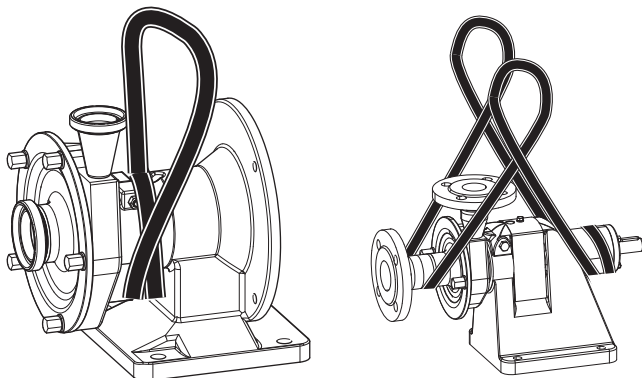

Fig. 52 Transporte con una grúa
1. Colocar dos veces la eslinga circular alrededor de la garganta del adaptador (véase Fig. 52 «Transporte con una grúa»).
1. Pase la eslinga circular dos veces alrededor del extremo posterior del apoyo de rodamiento (véase Fig. 52 «Transporte con una grúa»).